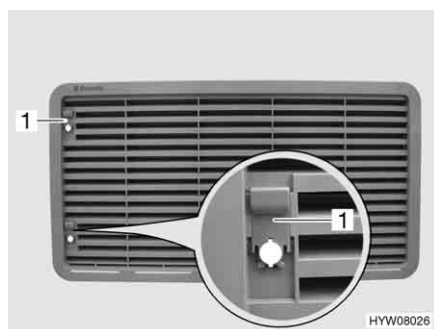

Fig. 126 Griglia di aerazione del frigorifero (con cursore)
- Spingere il cursore (Fig. 126,1) verso l'alto.